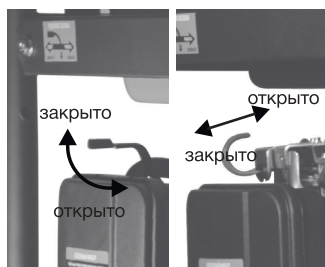

Рис. 2
3. Закрыть воздушную заслонку карбюратора, переведя рычаг воздушной заслонки в закрытое положение. После прогрева двигателя в течении 1-2 минут, перевести рычаг воздушной заслонки в открытое положение (Рис. 2).
7. После прогрева двигателя в течении 1-2 минут, перевести рычаг воздушной заслонки в открытое положение (Рис. 2).